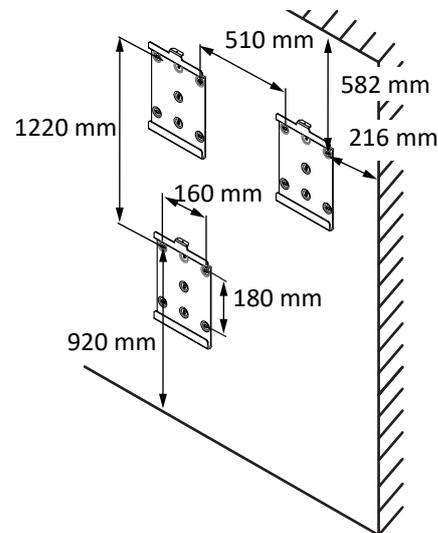

Abb. 13: Wandmontage
- Mindestabstände bei der Montage: [Siehe Abbildung 13 [► Seite 18]